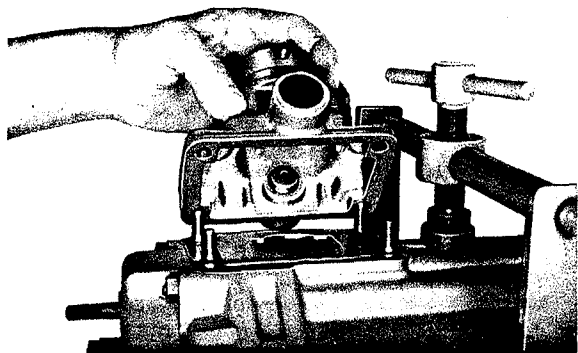

Fig. 58
Mettre le joint (618) et la plaque de butée (617) sur le carter. Poser ensuite le boîtier de commande (616) sur le joint (fig. 58). Visser les écrous hexagonaux (102) en intercalant les rondelles élastiques (103) sur les goujons prisonniers; puis, les serrer à un couple de 20 à 25 N.m (2.0 à 2.5 kg.m).